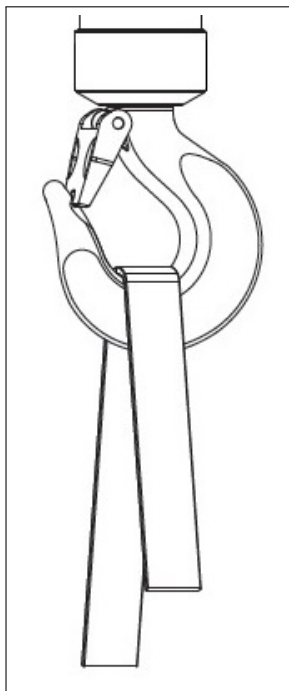

Abbildung 11: Last sicher anschlagen
- Anschlagmittel an der tiefsten Stelle des Hakens einhängen. Niemals die Hakenspitze belasten (↔ Abbildung 11).